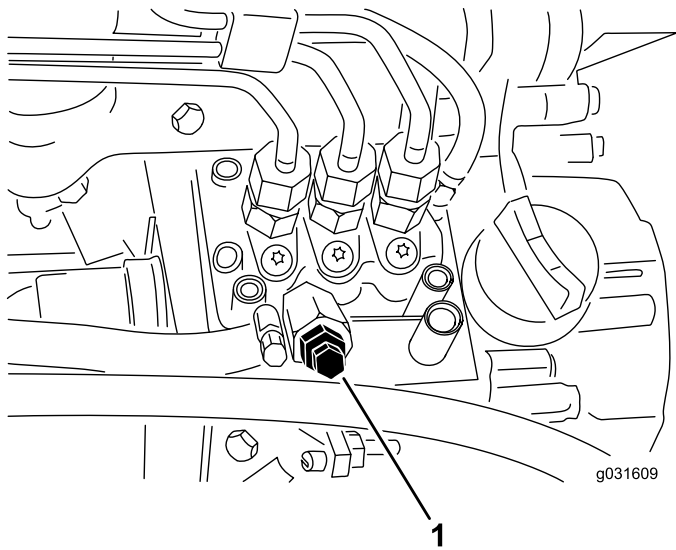

Bild 50
4. Öffnen Sie die Entlüftungsschraube an der Kraftstoffeinspritzpumpe (Bild 50).